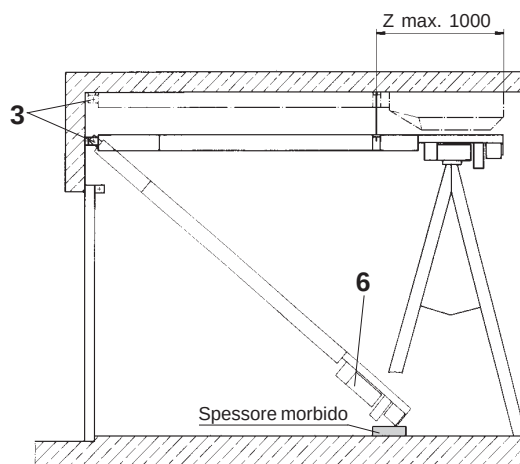

Fig. 4
- Inserire i tasselli scorrevoli nel profilo in alluminio (8) con un movimento oscillatorio.
- Fissare la staffa di sospensione (7) e gli accessori come da disegno allegato, con viti ad aletta, al profilo in alluminio (8).
- A • Allentare la staffa anteriore (3) dal prolungamento dell'automatismo e fissarla all'architrave.
- Sollevare l'automatismo come da Fig. 4 e fissarlo con le viti alla staffa (3). Attenzione: non danneggiare la testa motrice (6)!
- B • Far scorrere la staffa di sospensione anteriore (7) nel profilo in alluminio (8).
- Sollevare posteriormente l'automatismo e appoggiare la testa motrice (6) su una supporto o su cuscinetti. Fissare la staffa di sospensione posteriore (7) al soffitto. Fig. 4 e Fig. 5